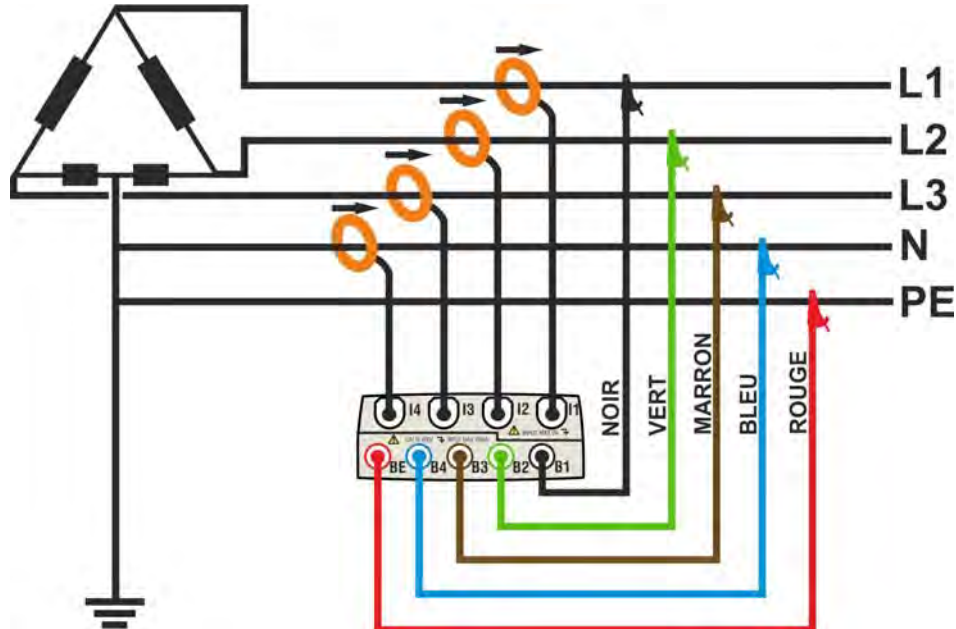

Fig. 169 : Connexion de l'instrument dans un système 3PHL
2. Connecter les câbles de mesure de la tension sur les conducteurs de Phase L1, L2, L3, N, PE, selon les couleurs de la Fig. 169. **Vérifier l'ordre cyclique correct des phases "123"** (voir la § 5.2.4.1) et apporter les corrections nécessaires pour atteindre ce résultat.
3. Connecter les pinces de courant sur les conducteurs de phase L1, L2, L3, N comme il est montré à la Fig. 169 **en respectant le sens de la flèche** présente sur la pince qui indique la direction conventionnelle du courant du générateur vers la charge. **Sur les pages-écrans « Valeurs temps réel », (en sélectionnant au préalable le système 3 fils) vérifier toujours que la valeur des Puissances Actives P1, P2, P3 est positive et que les facteurs de puissance Pf1, Pf2, Pf3 relatifs à la charge sont normalement inductifs**, avant de démarrer un enregistrement. Tourner la pince de 180° sur les conducteurs concernés en cas de valeurs négatives des puissances actives.